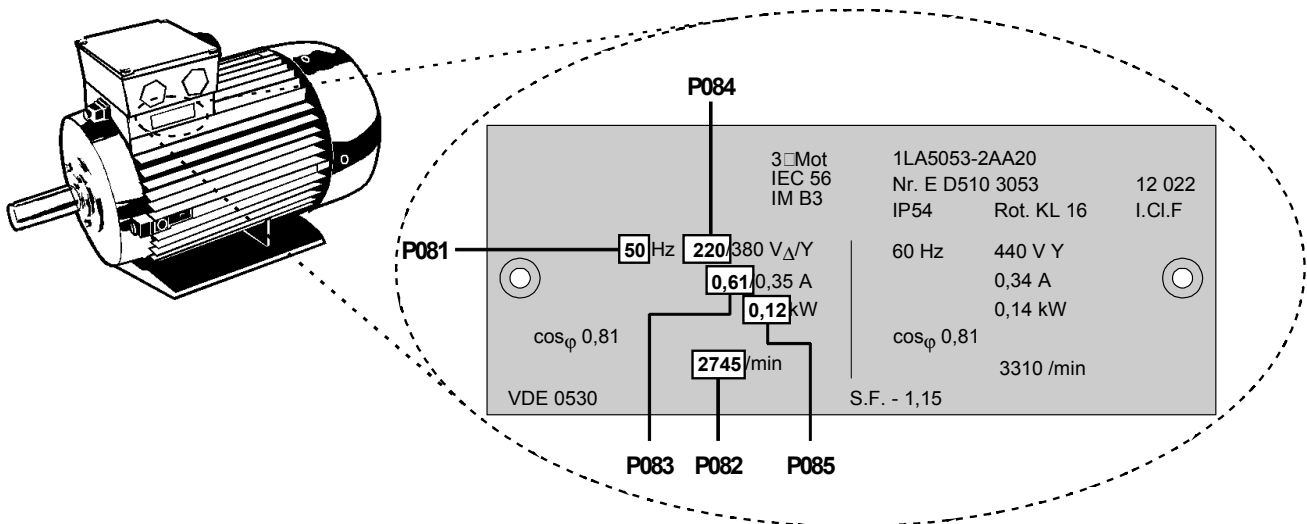

Bild 3.2.1: Typisches Beispiel für ein Motortypenschild
- (1) Der Umrichter ist nicht mit einem Netz-Hauptschalter ausgestattet und steht somit, wenn er an das Netz angeschlossen ist, immer unter Spannung. Er wartet mit gesperrtem Ausgang, bis die EIN-Taste betätigt wird, bzw. wartet auf ein digitales EIN-Signal über Klemme 5 (EIN - rechts) oder Klemme 6 (EIN - links) - siehe Parameter P051 - P053.
- (2) Falls festgelegt wurde, daß die Ausgangsfrequenz angezeigt werden soll (P001 = 0), wird, solange der Umrichter nicht in Betrieb ist, der entsprechende Sollwert ungefähr alle 1,5 Sekunden angezeigt.
- (3) Der Umrichter ist ab Werk für Standardanwendungen mit 4-poligen Norm-Motoren von Siemens programmiert. Bei Verwendung anderer Motoren müssen die Daten vom Typenschild des Motors in die Parameter P081 bis P085 eingegeben werden (siehe Bild 3.2.1). **Bitte beachten Sie, daß diese Parameter nur zugänglich sind, wenn P009 auf 002 oder 003 eingestellt wurde.**
- (1) Die Steuerklemme 5 über einen einfachen Ein-/Aus-Schalter mit Klemme 8 verbinden. Damit wird der Umrichter für Rechtslauf eingestellt (Standardeinstellung).
- (2) Netzspannung zuschalten. Den Parameter P009 auf 002 oder 003 setzen, um das Einstellen sämtlicher Parameter zu ermöglichen.
- (3) Durch Einstellen des Parameters P006 auf 000 den digitalen Sollwert vorgeben.
- (4) Durch Einstellen des Parameters P007 auf 000 wird die Steuerklemmleiste aktiviert (im vorliegenden Fall DIN1 (Klemme 5)) und die Bedienelemente auf der Frontplatte werden gesperrt.
- (5) Den Parameter P005 auf den gewünschten Frequenzsollwert einstellen.
- (6) Die Parameter P081 bis P085 entsprechend dem Motor-Typenschild einstellen (*siehe Bild 3.2.1*).
- (3) Netzspannung zuschalten. Den Parameter P009 auf 002 oder 003 setzen, um das Einstellen sämtlicher Parameter zu ermöglichen.
- (4) Durch Einstellen des Parameters P006 auf 001 den Sollwertkanal auf Analogsollwert einstellen.
- (5) Durch Einstellen des Parameters P007 auf 000 wird die Steuerklemmleiste aktiviert (im vorliegenden Fall DIN1 (Klemme 5)) und die Bedienelemente auf der Frontplatte werden gesperrt.
- (6) Die Parameter P021 und P022 für die niedrigste bzw. höchste Ausgangsfrequenz einstellen.
- (7) Die Parameter P081 bis P085 entsprechend dem Motor-Typenschild einstellen (*siehe Bild 3.2.1*).